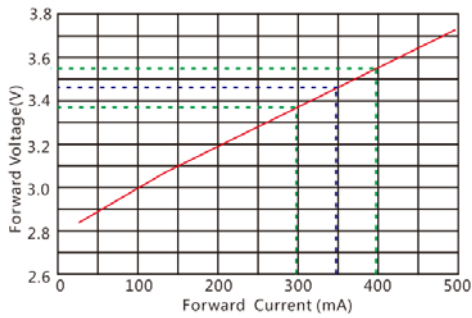

图 3.27 LED 灯珠 V-I 特性曲线
**测试案例: LED Drive 输出电流  $I_o$  为 350mA, 输出电压范围 20~50V。LED light bar, 共有 10 颗 LED 灯, 单颗 LED 灯的 V-I 特性曲线如下图 3.27, 单一 LED 灯在 350mA 下的操作电压  $V_o$  为 3.44V。10 颗灯珠串联则为 34.4V。**
根据下图 3.27 的 V-I 特性曲线, 可知操作点的切线斜率即为操作点的阻抗  $R_d$ 。